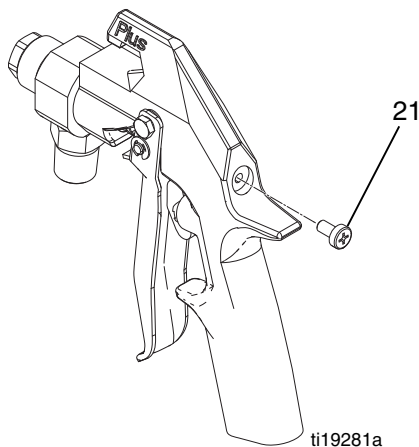

FIG. 18
8. Si elle a été retirée, montez la vis de tension du ressort (21) placée à l'arrière du pistolet. Vissez la vis à fond. Consultez la FIG. 18.